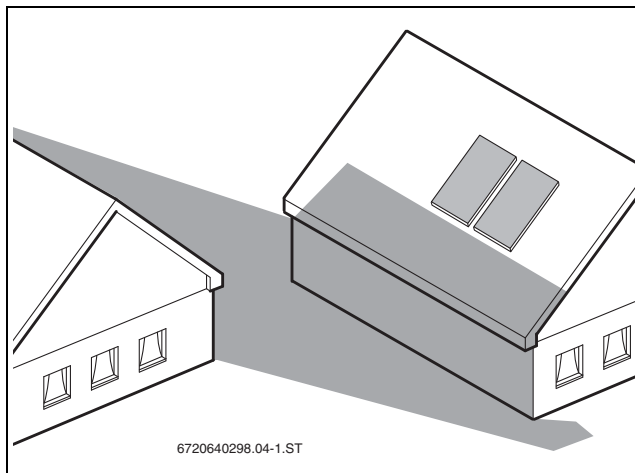

Рис. 19
- Не допускайте затенения (→ рис. 19).